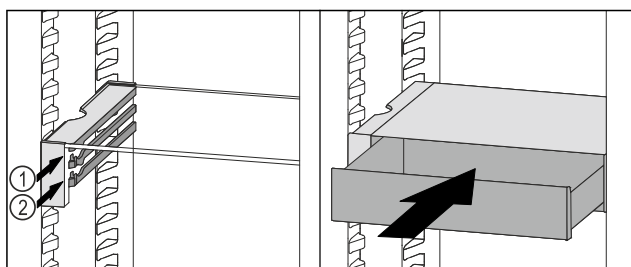

Fig. 109
- ▶ Założyć szufladę VarioSafe za stoperami na wybranych żebrach Fig. 109 (1) lub Fig. 109 (2).